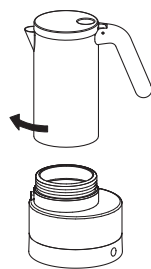

Fig. 6
- Skruva fast den övre behållaren på vattenbehållaren i medurs riktning ordentligt. (fig. 6)